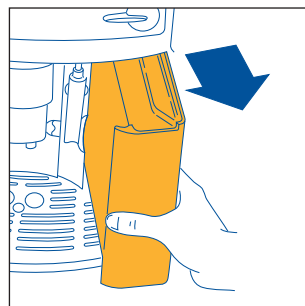

Fig. 1
- Retire o reservatório de água (fig. 1), enxágüe-o e encha-o com água fresca sem ultrapassar a linha MAX. Quando retirar o reservatório, o emulsionador de cappuccinos deve estar sempre virado para o centro da máquina. Caso contrário, não conseguirá removê-lo.